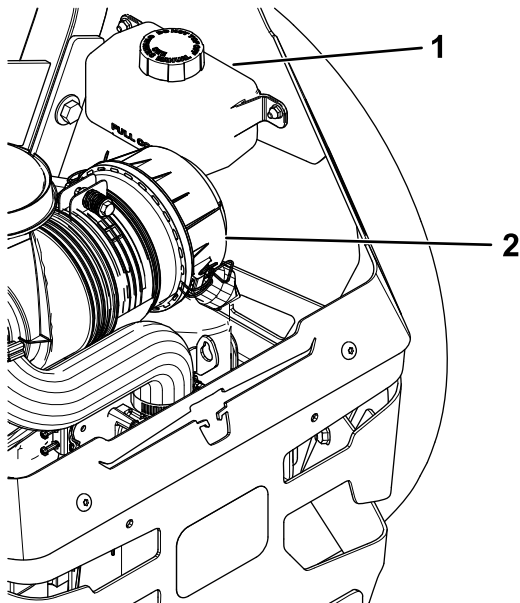

Рисунок 65
2. Проверьте уровень по расширительному бачку и при необходимости долейте гидравлическую жидкость Toro® HYPR-OIL™ 500 до линии FULL COLD (ПОЛНЫЙ В ХОЛОДНОМ СОСТОЯНИИ) (Рисунок 65).